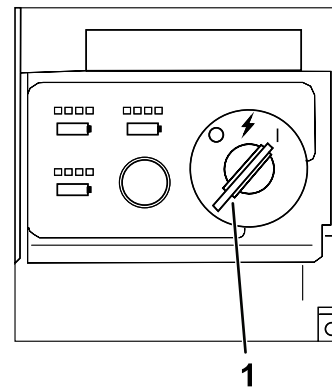

Figura 17
4. Girate la chiave in posizione di ACCENSIONE per accendere la macchina. Figura 17